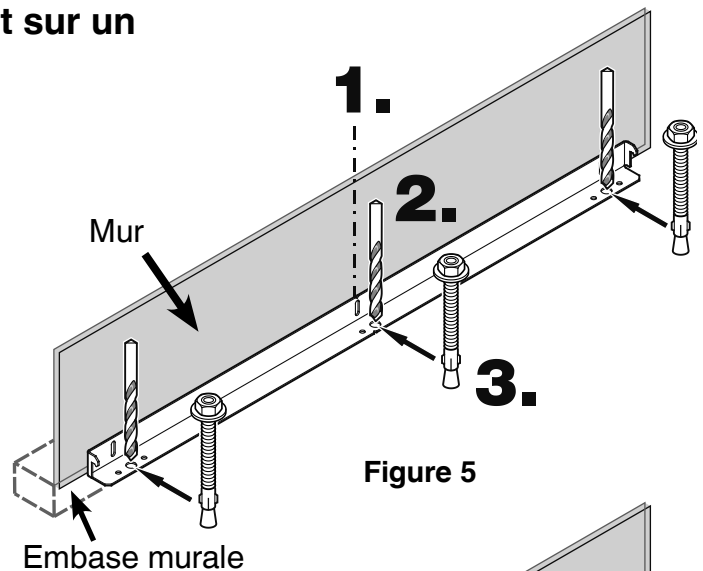

Figure 5
Montage du dispositif antibasculement sur un sol en béton - Figure 5 - 6
2. Percer un trou de 3/8 po de diamètre dans l'une des positions représentées à la **Figure 5** en utilisant une mèche au carbure.